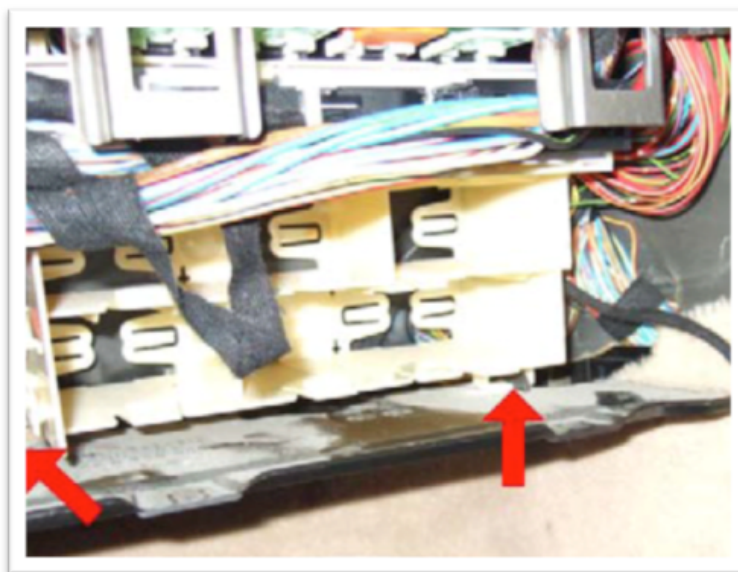

Abbildung 3: Grundmodulhalterung untere Befestigung
- Verkleidungsteil am unteren Ende des Rahmens entfernen (Abb.3)